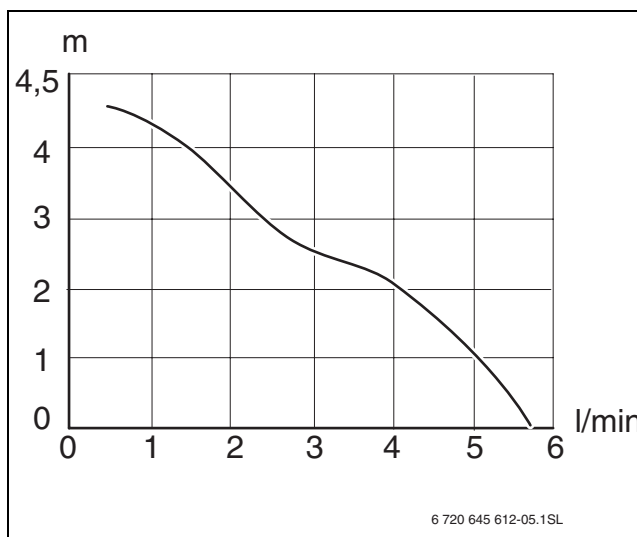
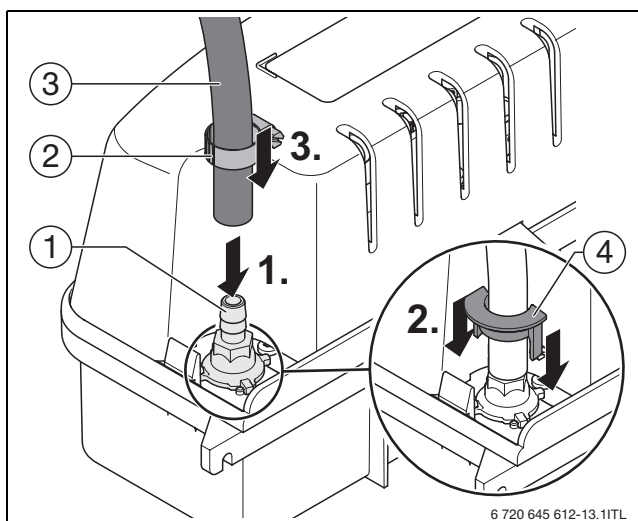
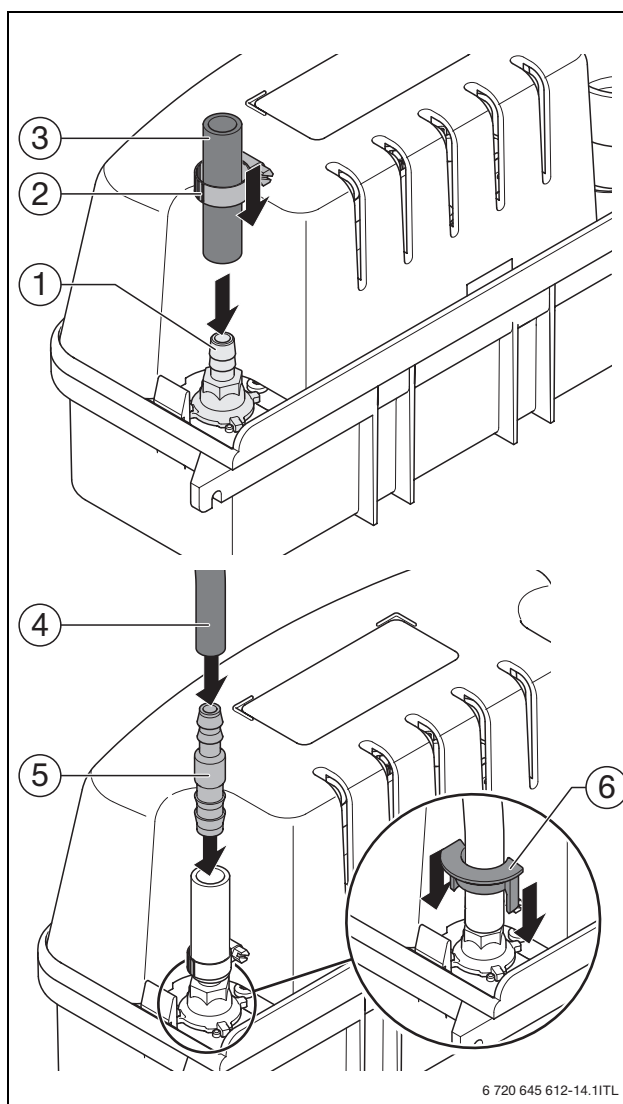
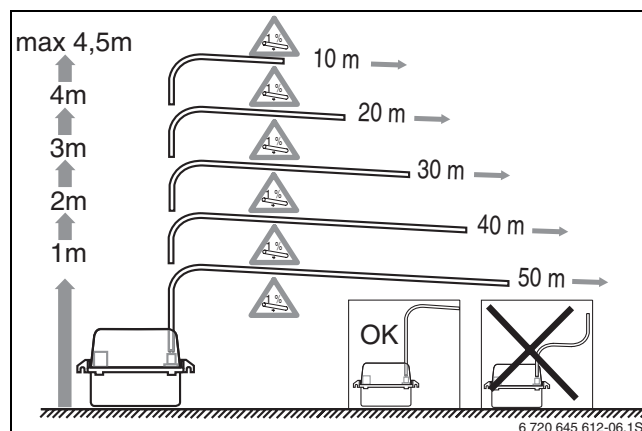

Fig. 3 Curent de hidrotransport (l/min) în funcție de înălțimea de sarcină (m)
Fig. 8 Montarea furtunului de golire
Fig. 9 Montarea furtunului de golire cu adaptor
Fig. 10 Montarea furtunului de golire
- Țineți cont de înălțimea maximă de transport de 4,5 m (→ fig. 3 și fig. 10).
- Aveți în vedere pozarea corectă a furtunului cu o pantă descendentă de 1 % (→ fig. 10).
- ▶ În cazul unor diametre diferite a furtunurilor folosiți adaptorul (→ fig. 9).
- Fig. 3, fig. 8, fig. 9 și fig. 10.